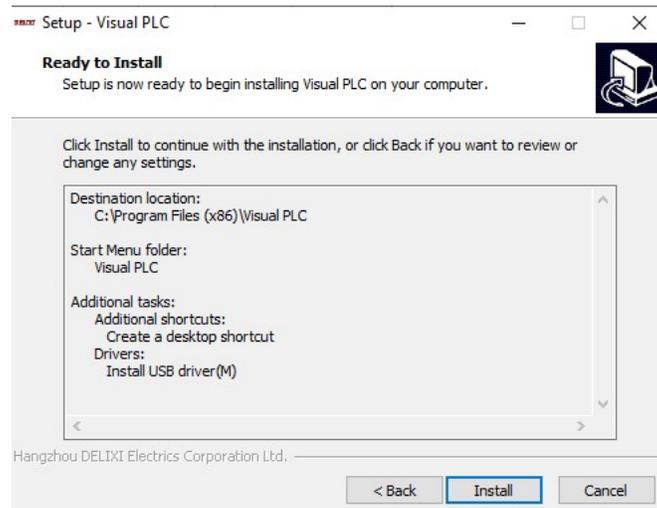

FIGURA 7
6. En este punto aparecerá un cuadro de dialogo emergente que le pedirá que elija instalar. Después de confirmar que la selección es correcta, haga clic en el botón “instalar” (Ver figura 7)